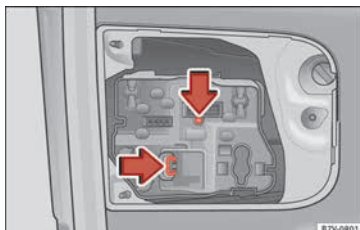

Abb. 113 In der Heckklappe: Lampenträger herausnehmen.
4. Verriegelungslaschen in Pfeilrichtung drücken » **Abb. 113** und Lampenhalter herausnehmen.